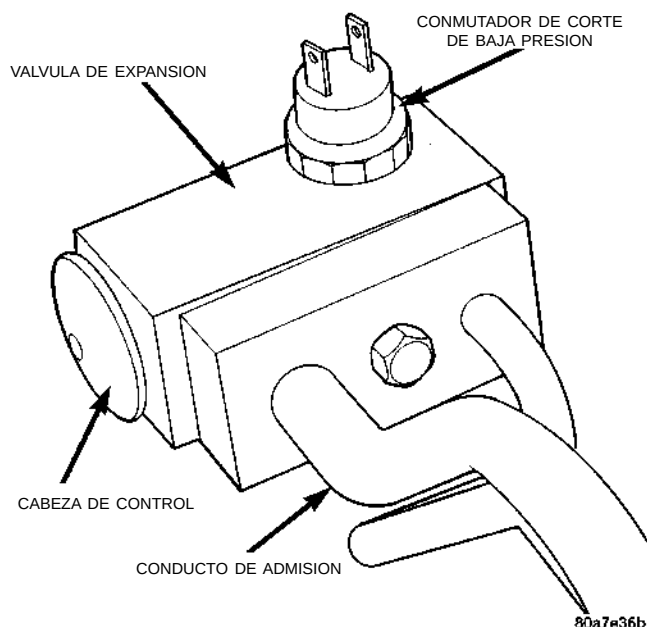

Fig. 13 Conmutador de corte de baja presión
(1) Conecte a un puesto de carga o indicador múltiple a los orificios de servicio del sistema de refrigeración.
(2) Desconecte el conector de cables en el conmutador de corte de baja presión (Fig. 13). Utilizando un cable de puente, haga puente entre terminales dentro de la cubierta del conector de cables.
(3) Cierre todas las puertas, ventanillas y respiraderos del compartimiento de pasajeros.
(4) En el control de calefactor y A/A seleccione A/A, máximo calor, suelo, RECIRC. y aventador alto.
(5) Ponga en marcha el motor y mantenga la velocidad de ralentí (1.000 rpm). Una vez que el motor haya alcanzado la temperatura de marcha, deje que se caldee el compartimiento de pasajeros. Esto hará necesario el máximo flujo de refrigerante al evaporador.
(6) Si la carga de refrigerante es suficiente, el indicador de descarga (alta presión) debería indicar entre 965 y 2.620 Kpa (140 a 380 psi). El indicador de admisión (baja presión) deberá indicar entre 103 y 2417 kPa (15 y 35 psi). Si el sistema no puede con-
(7) Si la presión baja del extremo de admisión se encuentra dentro de los límites especificados, congele el cabezal de control de la válvula de expansión (Fig. 13) durante 30 segundos. Utilice una sustancia extremadamente fría (CO₂ líquido). **No rocíe la válvula de expansión con refrigerante en esta prueba.** La presión baja del extremo de admisión debería descender a 34,5 kPa (5 psi). De no ser así, reemplace la válvula de expansión.
(8) Permita que la válvula de expansión se descongele. La indicación del indicador de baja presión deberá estar estabilizada entre 103 y 241 kPa (15 y 35 psi). De no ser así, reemplace la válvula de expansión.
(9) Cuando se haya completado la prueba de la válvula de expansión, pruebe el rendimiento general del A/A. Consulte la Prueba de rendimiento del calefactor y A/A en esta sección. Retire todos los equipos de prueba antes de devolver el vehículo a circulación.